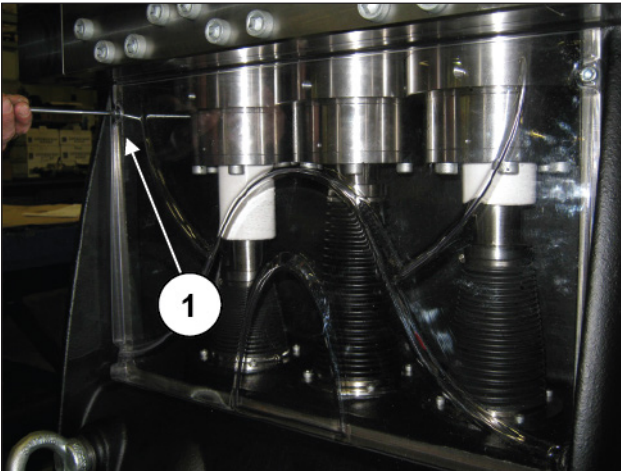
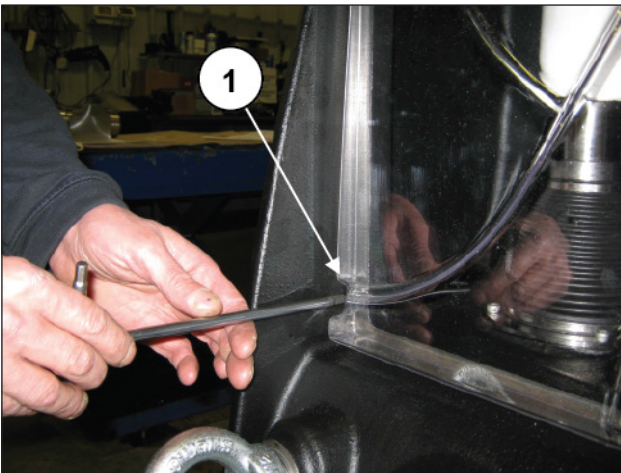

图 243
图 244
重新定位上检视盖，小心拧紧固定盖子的4颗M6螺栓（位置①，图 243和图 244）。